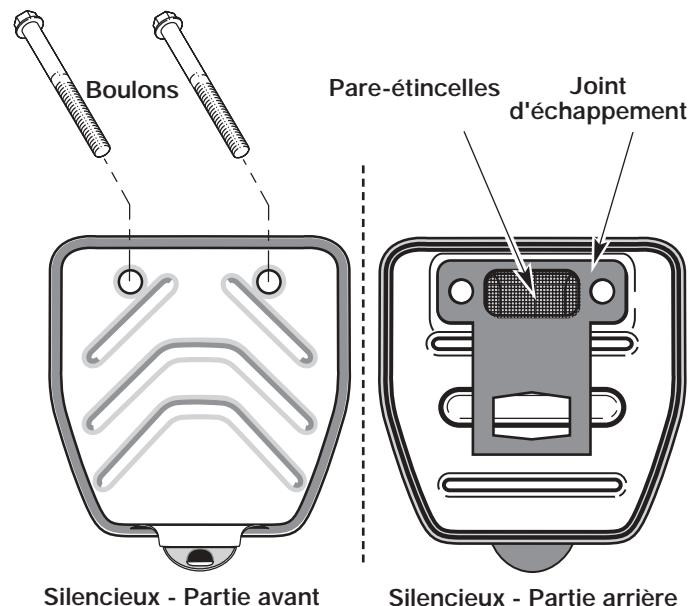

Fig. 28
2. Repérez le devant du silencieux et les deux (2) boulons qui le retiennent au moteur. (Fig. 28). Retirez les deux (2) boulons à l'aide d'un tournevis à lame plate, d'une douille de 5/16 po ou d'un tourne-écrou. Retirez le silencieux du moteur.
3. Retournez le silencieux vers l'arrière et repérez le joint d'échappement. Retirez le joint du silencieux (Fig. 28).
7. Placez le joint d'échappement contre l'arrière du silencieux. Alignez les trous de boulon du joint d'échappement avec les trous de boulon du silencieux. Tout en maintenant le joint d'échappement en place, insérez les boulons sur le devant du silencieux (Fig. 28).